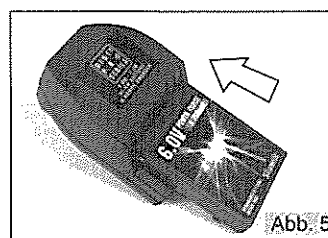

Abb. 5
- Legen Sie den Batteriepack in das Ladegerät ein (Abb. 5) und schließen Sie das Ladegerät an eine Steckdose an.